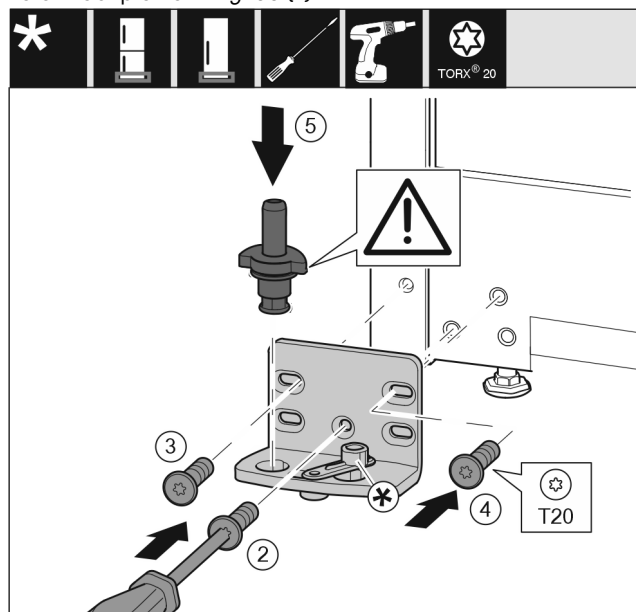

Fig. 36
- ▶ Sätt på lagerbocken på andra sidan och skruva fast den med hjälp av en skruvmejsel T20. Börja med skruv 2 längst ner i mitten. Fig. 36 (2)
- ▶ Dra åt skruvarna 3 och 4. Fig. 36 (3,4)
- ▶ Sätt in lagerbulten helt och hållet. Se till att låskammen är vänt bakåt. Fig. 36 (5)
- ▶ Sätt på lagerbocken på andra sidan och skruva fast den med hjälp av en skruvmejsel T20. Börja med skruv 2 längst ner i mitten. (2)
- ▶ Vrid stängningsdämparbeslaget 180°. Skruva fast det på lagerbockens andra sida med hjälp av en skruvmejsel T20. (5)
- ▶ Sätt in lagerbulten helt och hållet. Se till att låskammen är vänt bakåt. (6)